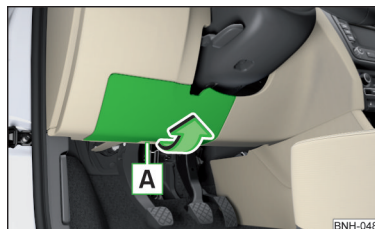

Fig. 263
- Îndepărtați capacul panoului de siguranțe în sensul săgeții » fig. 263.